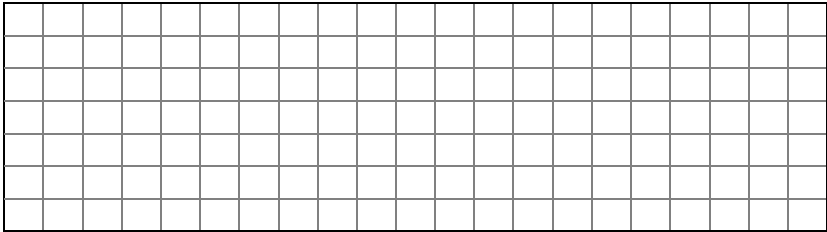

Рис. 4.2. Сетка для схемы измерения параметров трехфазной активно-реактивной нагрузки, соединенной в треугольник
2. Составить и изобразить в рабочей тетради (сетка для рис. 4.2) одну из разновидностей схем включения сопротивлений в трехфазную сеть или внести изменения в схему, представленной в качестве примера на рис.4.1.